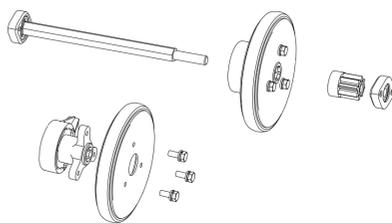

Рис. 41
- Открутите три болта, которыми боковые пластины фрикционного колеса крепятся друг к другу, замените только резиновое кольцо (рис. 41).